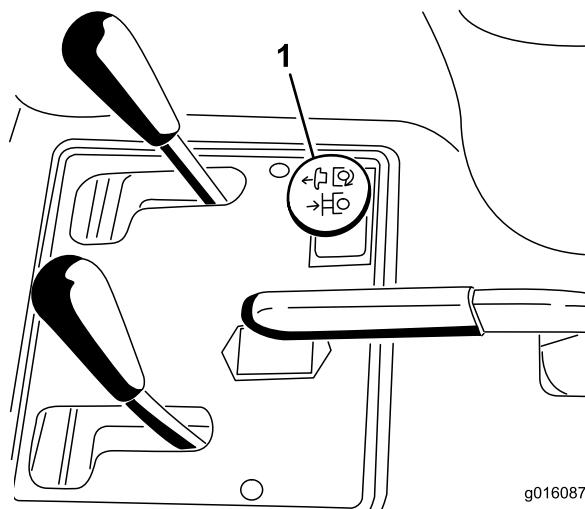

Bild 19
3. Ziehen Sie das Steuerhandrad für die Remotehydraulik nach oben, um das Messer einzukuppeln (Bild 19).
- Drücken Sie das Steuerhandrad für die Remotehydraulik nach unten, um das Messer auszukuppeln (Bild 19).